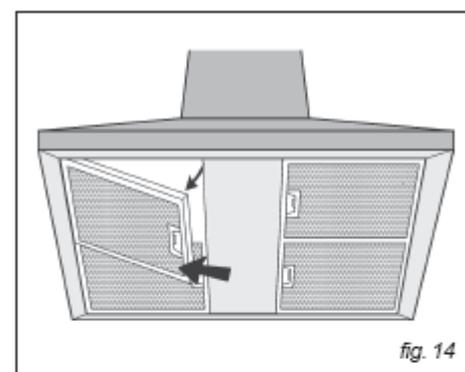

fig. 14
#### . Desmontagem dos filtros (fig.14)
- Retirar os filtros de gordura (fig. 14): com ajuda da pega, empurrar para o interior e retirar o filtro para baixo.